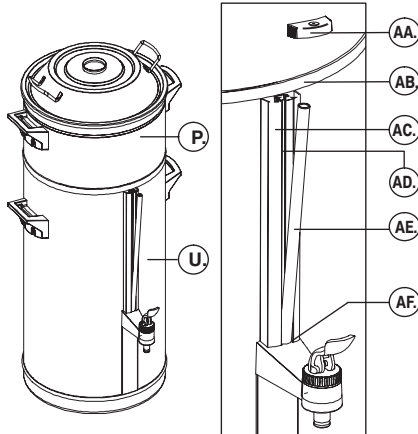

Abb. 8 Reinigung des Schauglases
- Reinigen Sie das Schauglas (Abb.8) :